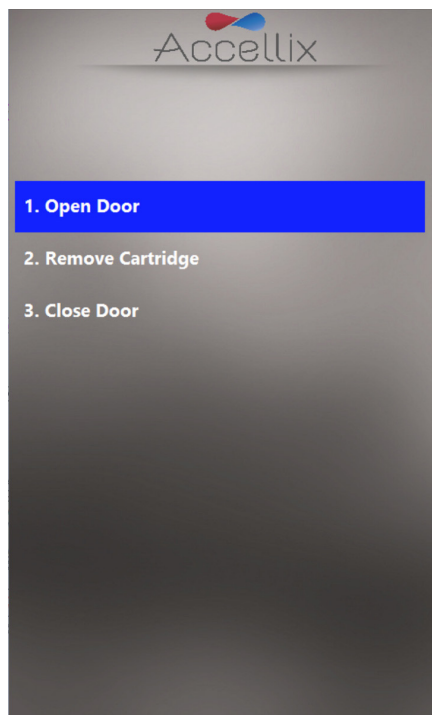

图46：移除芯片屏幕
14. 屏幕指示（图 46）会提示用户打开仪器门、移除芯片，最后关闭仪器门。